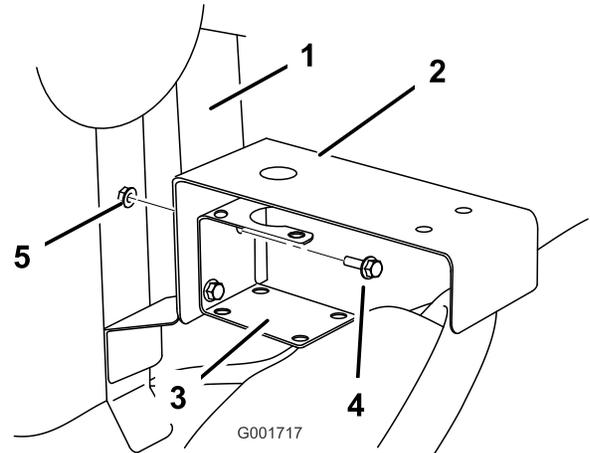

Bild 11
- Setzen Sie die Regelventilhalterung zwischen die Halterung des Zufuhr-T-Anschlusses und den Befestigungsrahmen mit den vorher entfernten Befestigungen ein (Bild 11).